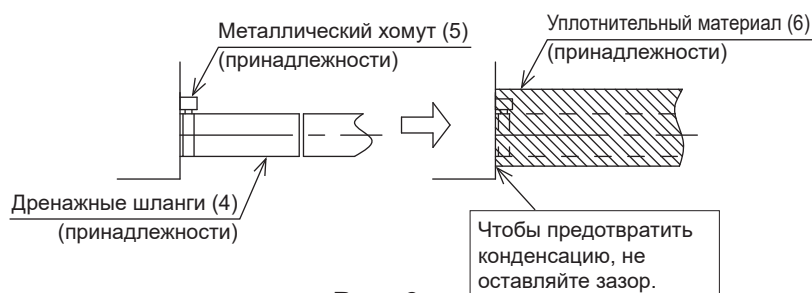

Рис. 6
- Используйте входящий в комплект поставки дренажный шланг (4) и металлический хомут (5). Наденьте дренажный шланг (4) на дренажный патрубок до упора и затяните металлический хомут (5) у основания дренажного патрубка. (См. рис. 6 и 8.)
- Чтобы обеспечить теплоизоляцию, оберните металлический хомут (5) входящим в комплект поставки уплотнительным материалом (6) в указанном стрелкой направлении, начиная от основания дренажного шланга (4). (См. рис. 6 и 8.)